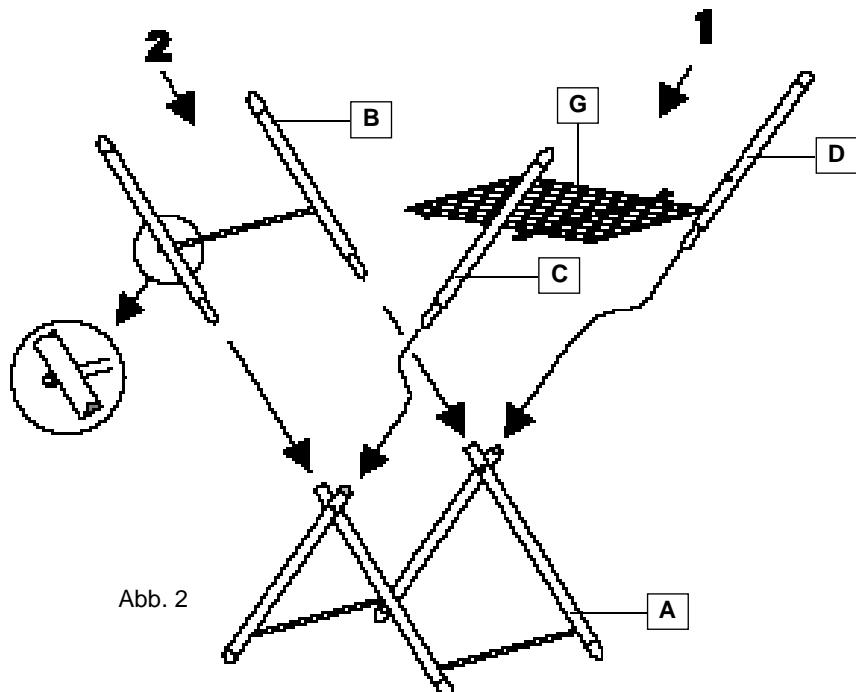

Abb. 2
- 3) Die äußere Stange B in die entsprechenden Aufnahmen der Gestellbeine A einführen. Hierbei darauf achten, daß die Verbindungsquerstange so angeordnet ist wie auf Abb. 2 dargestellt.